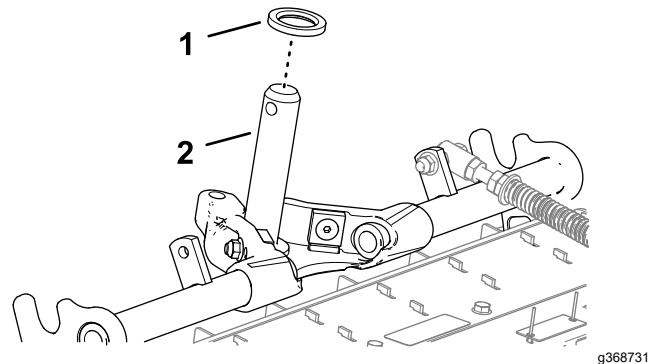

Bild 24
1. Vergewissern Sie sich, dass die versenkte Druckscheibe über der Welle des Trägerrahmens (Bild 24) eingesetzt ist.